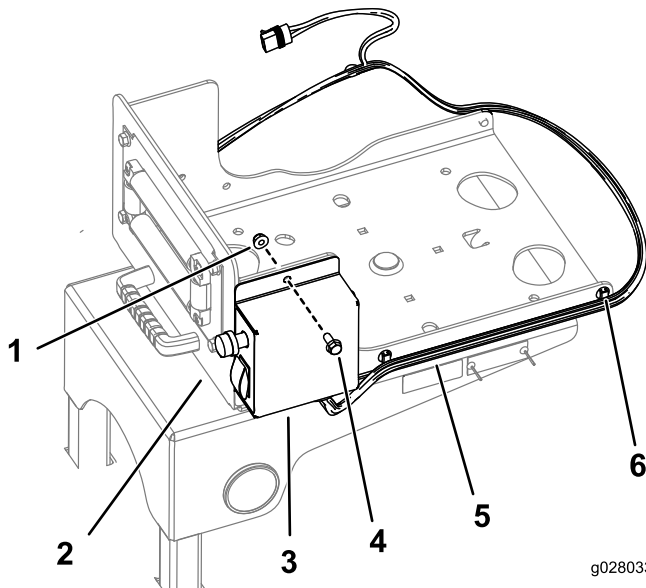

图 21
3. 如图 21 中所示使用 2 个螺栓 $\frac{5}{16}$ 英寸 - 18 x $\frac{1}{4}$ 英寸和 2 个凸缘螺母 $\frac{5}{16}$ 英寸 - 18 英寸将开关盒安装到转盘上。
4. 使用已有夹具将线束固定到转盘的两侧图 21。